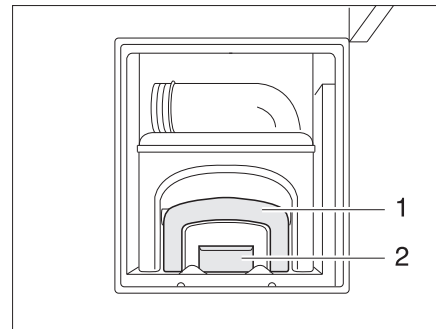

Bild 263 Lucka latrintank, öppen
- Aktivera frigöringen (Bild 263,2) och drag ut latrintanken (kassetten) i handtaget (Bild 263,1).